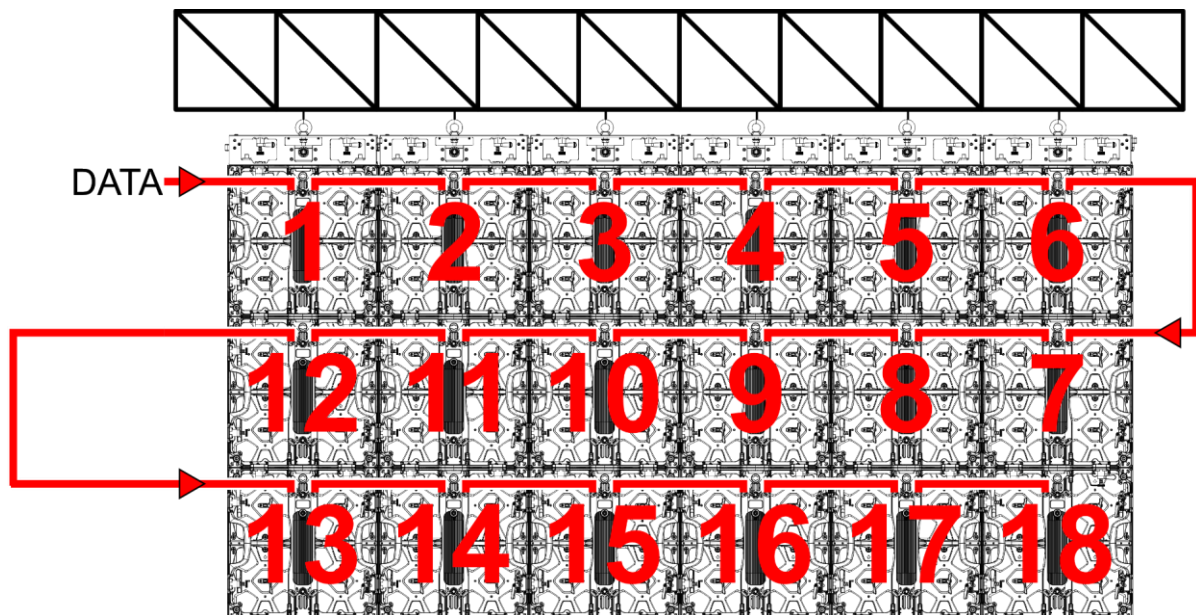

Fig. 61
- 03) Conecte la **entrada/salida de datos (04)** del primer dispositivo a la **entrada/salida de datos (02)** del siguiente dispositivo de la instalación.
- 04) Repita el paso 3 para conectar el resto de los dispositivos en una conexión en cadena como se indica en la Fig. 61.
- 05) Conecte la **entrada/salida de datos (02)** del primer dispositivo a un ordenador personal.